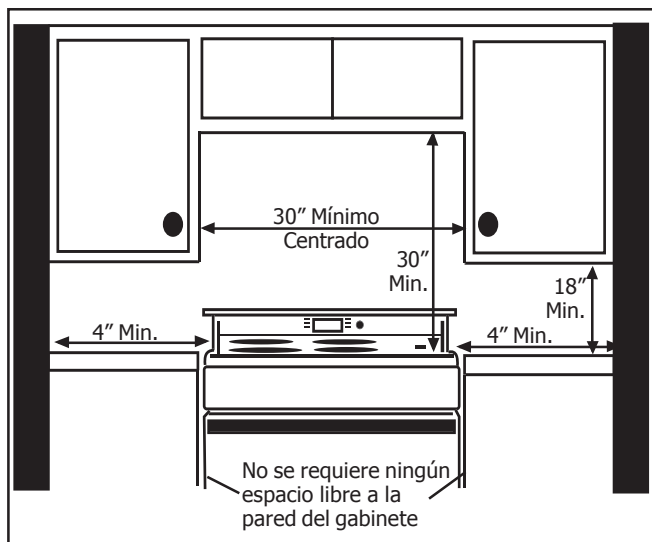

Figura 1: Preparación de Gabinetes
Debe haber un mínimo espacio libre de 30 pulgadas (76 cm) entre los gabinetes donde se va a instalar la estufa (Vea la Figura 1).
**Desde las paredes de la estufa a los materiales adyacentes** (Vea Figura 1)